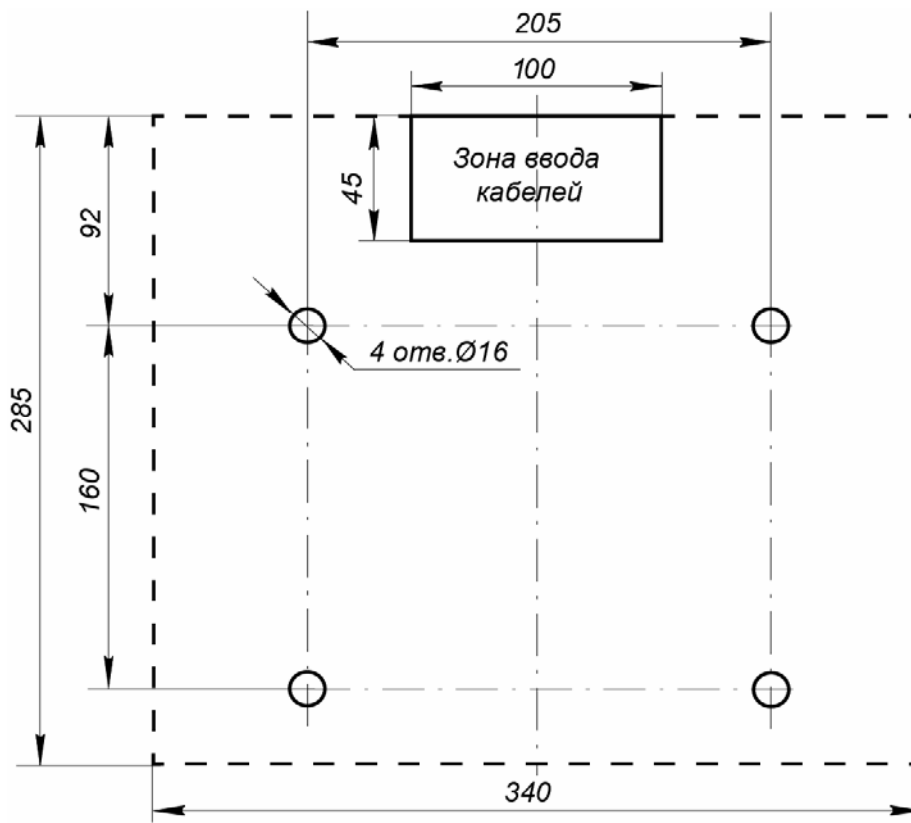
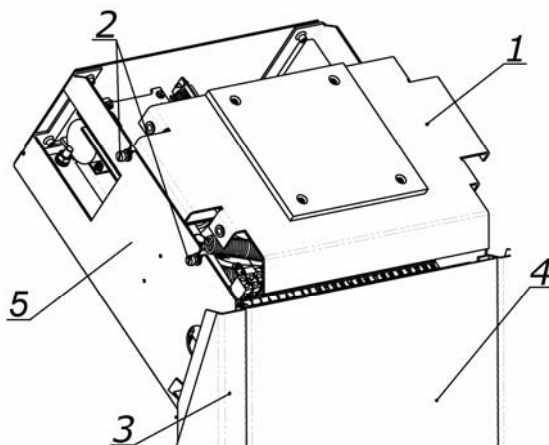

Рисунок 10. Разметка отверстий в полу под крепление стойки турникета (пунктиром показаны габариты основания)
Рисунок 11. Стойка турникета со снятой крышкой
2. В соответствии со схемой, приведенной на рис. 10, произведите разметку и разделку отверстий в полу под гильзы анкеров (15) для крепления стойки турникета.
3. Произведите монтаж источник питания турникета (9) на отведенное для него место в соответствии с инструкцией в имеющейся на него эксплуатационной документации.
4. При необходимости прокладки кабелей под поверхностью пола подготовьте в полу кабельный канал к зоне ввода кабелей в стойку турникета. Расположение зоны ввода кабелей указано на схеме рис. 10.
5. Установите гильзы анкеров (15) в выполненные в полу отверстия так, чтобы они не выступали над поверхностью пола.
6. Снимите крышку турникета (2). Порядок снятия крышки см. в разд. 6.
7. Снимите усиливающую пластину (1, рис. 11). Для этого предварительно ослабьте отверткой шлицевой четыре винта крепления пластины (2, рис. 11).
8. Снимите заднюю стенку турникета (4, рис. 11). Для этого смещайте ее вверх вдоль стойки турникета, до тех пор, пока она не выйдет из зацепления со стойкой. Задняя стенка снабжена двумя парами зацепов, расположенными в ее верхней и нижней частях.
12. Подключите кабель (14) ПДУ (устройства РУ или контроллера СКУД) к выносной клеммной колодке **XS1**.
14. Подключите кабель питания (11) от источника питания турникета к выносной клеммной колодке **XS1**.
15. При необходимости произведите установку считывателей карт доступа на предусмотренные для этого места на стойке (5, рис. 11). Для подключения считывателей используйте свободные контакты (15 - 24) клеммной колодки **XS1**.